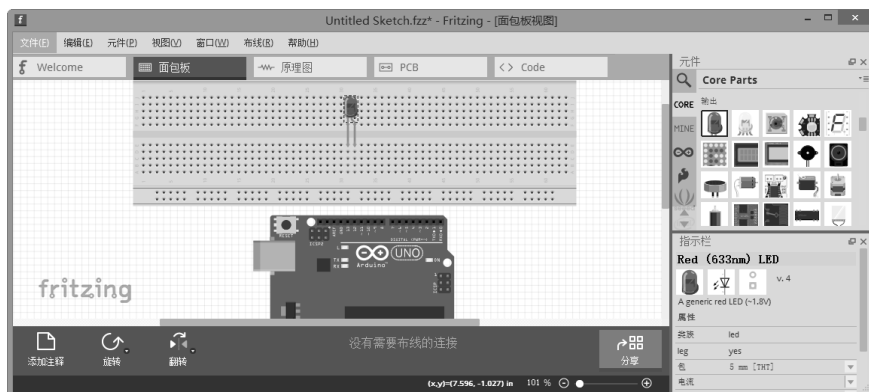

图 1-41 拖放 LED 模型
(4) 在右侧“元件”面板中选择 CORE 选项，将 LED 模型用鼠标拖到左侧面包板工作区的面板上，如图 1-41 所示。